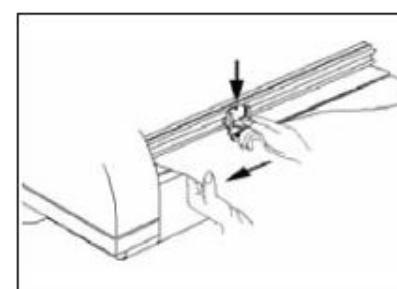
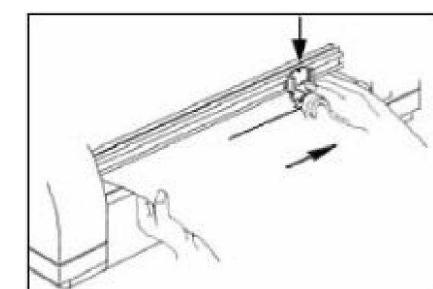

Рис. 2
Рис.3
- 2) Придерживая пленку одной рукой опустите резак и продвиньте его сначала в одну сторону , затем в другую (Рис.2 и Рис.3)